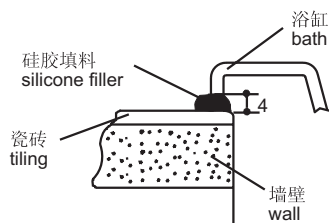
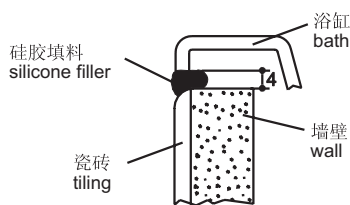
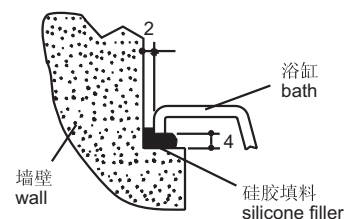

图1
图2
图3
- The necessary gap between bath rim and the wall is 2 mm horizontally and 4 mm vertically. Refer to figures 1, 2, and 3 below.
- 浴缸边缘与墙壁之间必须在水平方向至少留有2毫米的间隙，在垂直方向至少留有4毫米的间隙。请参考以下图1、图2、和图3。